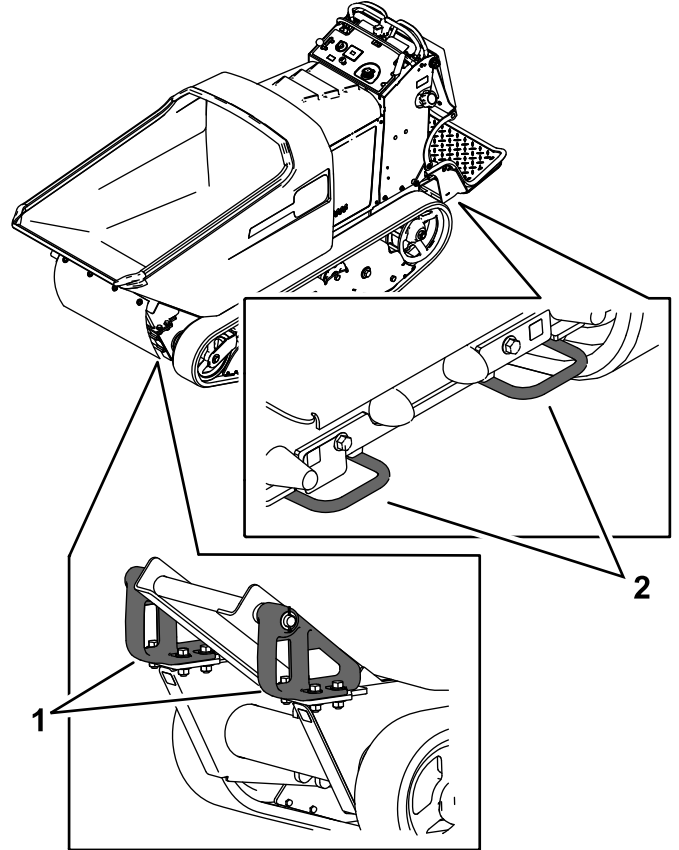

Figura 13
6. Use los puntos de amarre metálicos de la máquina para amarrar firmemente la máquina al remolque o camión con correas, cadenas, cables o sogas (Figura 13).